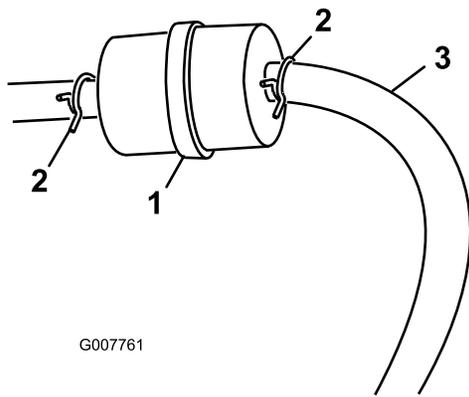

Bild 26
3. Drücken Sie die Enden der Schlauchklemmen zusammen und schieben Sie sie vom Filter weg (Bild 26).
5. Setzen Sie einen neuen Filter ein und schieben Sie die Schlauchklemmen an den Filter heran (Bild 26).
3. Lockern Sie die Schlauchklemme am Kraftstofffilter und schieben Sie sie an der Kraftstoffleitung weg vom Kraftstofffilter (Bild 26).
4. Schließen Sie die Kraftstoffleitung vom Kraftstofffilter ab (Bild 26).
Hinweis: Lassen Sie das Benzin in einen Benzinkanister oder eine Auffangwanne ablaufen (Bild 26).
5. Bringen Sie die Kraftstoffleitung am -filter an. Schieben Sie die Schlauchklemme ganz an den Kraftstofffilter heran, um die Kraftstoffleitung zu befestigen (Bild 26).